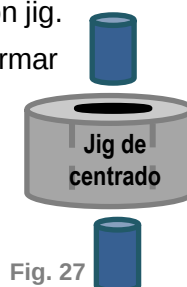

Fig. 27
1.1. Utilizamos el jig de centrado para confirmar la alineación de los electrodos. (Fig.27)